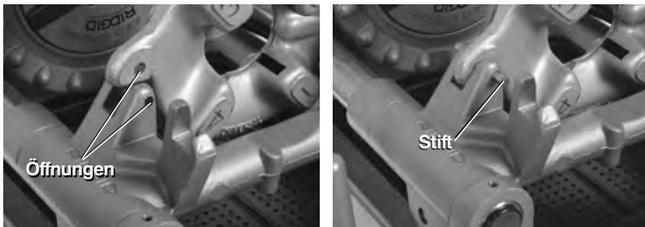

Abbildung 26 – Halten des Linksgewindeschneidkopfs
- Stecken Sie einen 5/16" Stift mit 2" Länge durch die Öffnungen in der Schlittenauflage und im Linksgewindeschneidkopf, um ihn in seiner Position zu halten (siehe Abbildung 26).